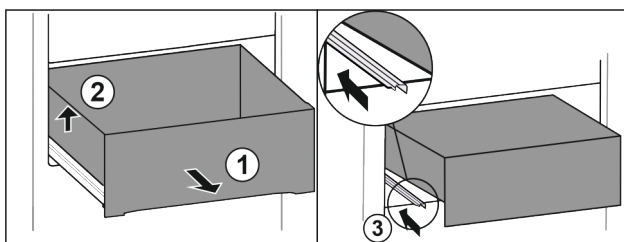

Fig. 184
- Estrarre il cassetto fino all'arresto. Fig. 184 (1)
- Sollevare il cassetto a sinistra. Fig. 184 (2)
- Inserire la guida sinistra. Fig. 184 (3)